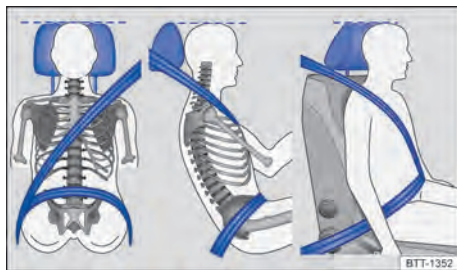

Fig. 28 Posição correta do cadarço do cinto de segurança e ajuste correto do apoio para cabeça.
- Deixar o cinto de segurança sempre plano e sem o cadarço torcido sobre o corpo. Se necessário, esticar um pouco o cadarço do cinto de segurança → Fig. 28.